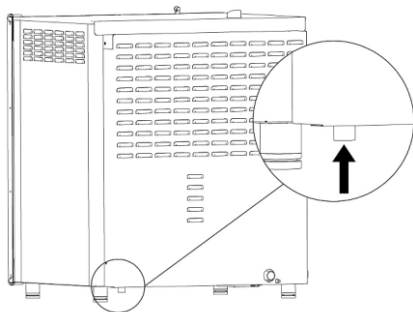

Fig. 4
- Fixer le tuyau d'arrivée d'eau fourni sur le raccord (3/4") de l'appareil. Le raccord se trouve à l'arrière à droite, sous l'appareil (fig. 4).